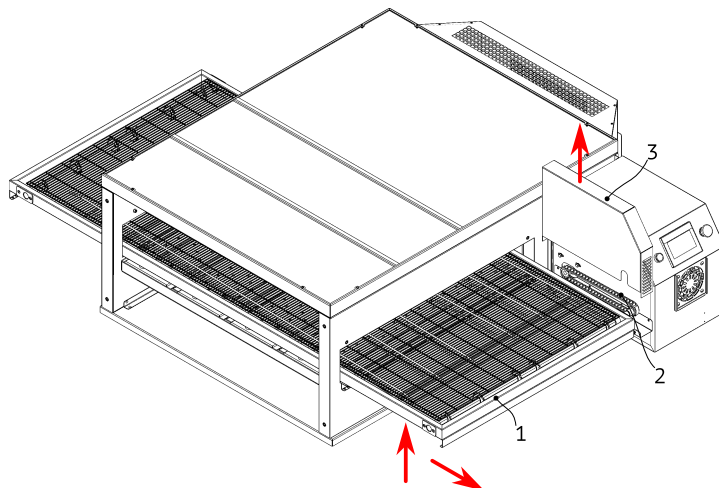

Рисунок 12
8. Снимите кожух цепной передачи (3), см. Рис. 12.
9. Станьте перед панелью управления, возьмитесь за конвейер (1), приподнимите, вдвиньте немного внутрь, чтобы расслабить цепь (2); снимите цепь и вытащите конвейер. **ВНИМАНИЕ! Во избежание получения травм и повреждения изделия извлекать конвейер следует вдвоём.**